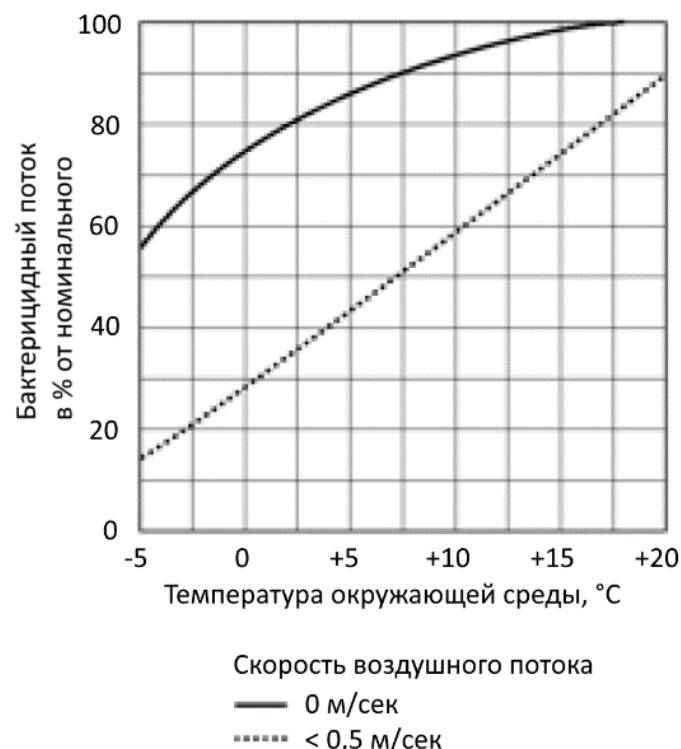

Рис. 1. Зависимость мощности бактерицидного потока лампы от температуры и скорости воздушного потока
- Эффективность обеззараживания воздуха зависит от скорости и температуры воздушного потока, проходящего через бактерицидную секцию (рис.1).